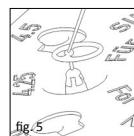

fig. 5
■ Fig. 5 Se le condizioni anatomiche della staffa lo richiedono, è possibile con la massima semplicità piegare la campana della protesi parziale mediante il cono. A questo scopo la protesi a campana montata deve essere spinta con cautela contro il cono con un ago chirurgico o altro strumento microchirurgico. Sotto controllo microscopico si può così allargare la campana come desiderato.